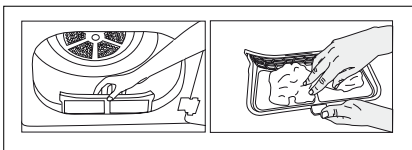

Figure 2
- 2.b) Si le filtre de la trappe du produit ressemble au Figure 2, retirez le filtre en tirant vers le haut.